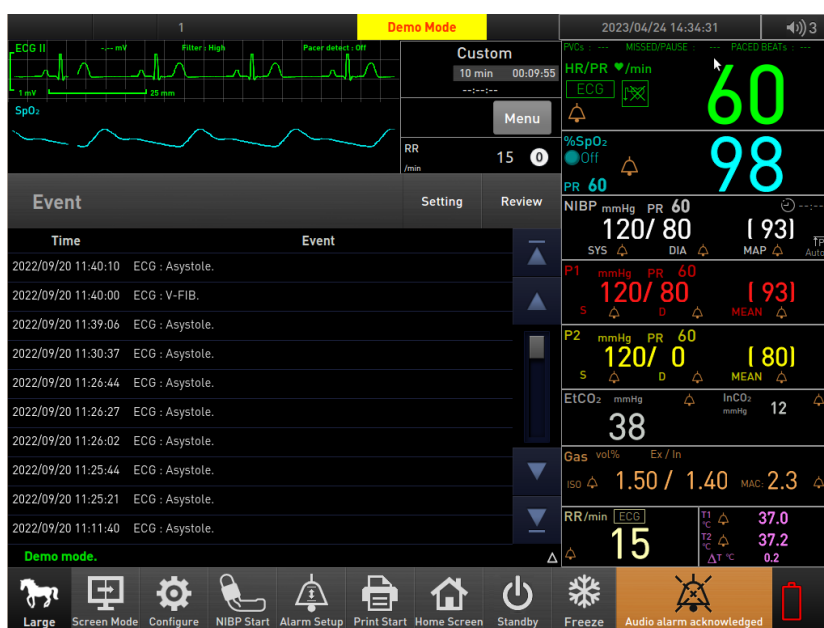

Figura 38. Ecrã da Lista de Revisão de eventos
2. Se o ícone da lista de eventos for selecionado, será apresentada a lista de revisão de eventos (consulte a Figura 38).